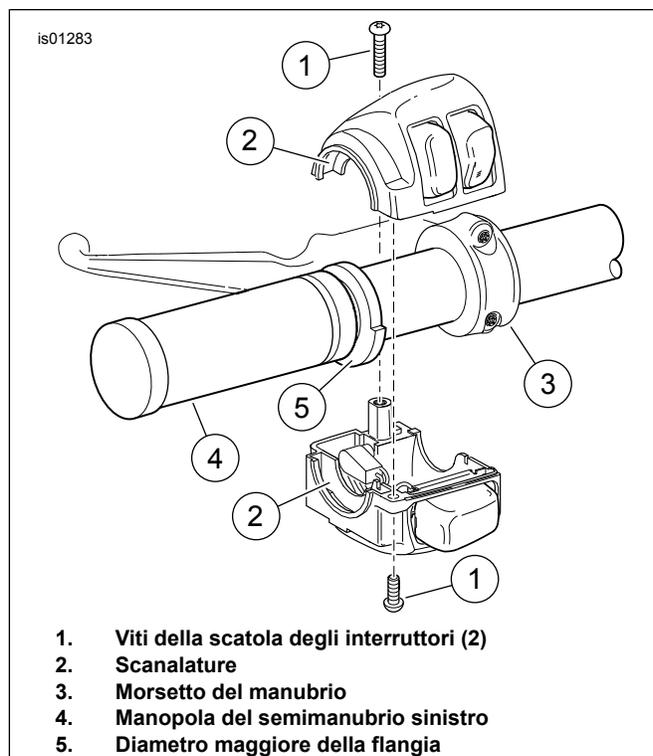

Figura 2. Scatola degli interruttori del semimanubrio sinistro
1. Vedere la figura 2. Rimuovere le viti inferiori e superiori della scatola degli interruttori (1).
2. Allentare la vite superiore che fissa il morsetto del manubrio (3) alla staffa della leva della frizione.